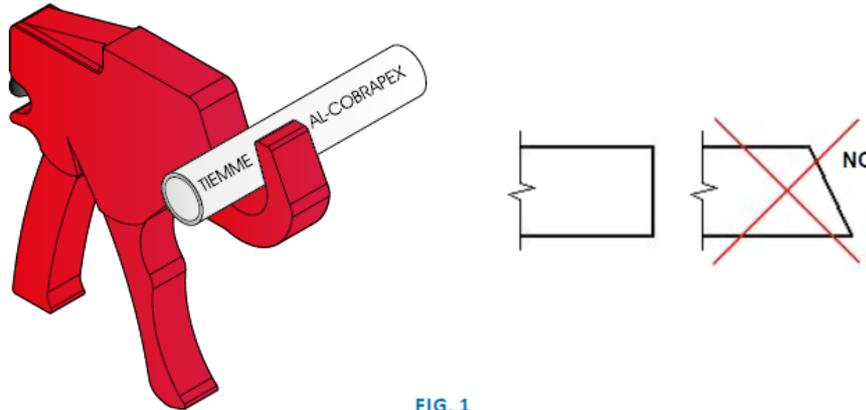

FIG. 1
- Per prima cosa si deve procedere al taglio del tubo alla misura desiderata. Per effettuare il taglio è consigliabile utilizzare un tagliatubi o l'apposita cesoia, facendo in modo che il taglio sia il più perpendicolare possibile rispetto all'asse del tubo stesso (FIG.1)